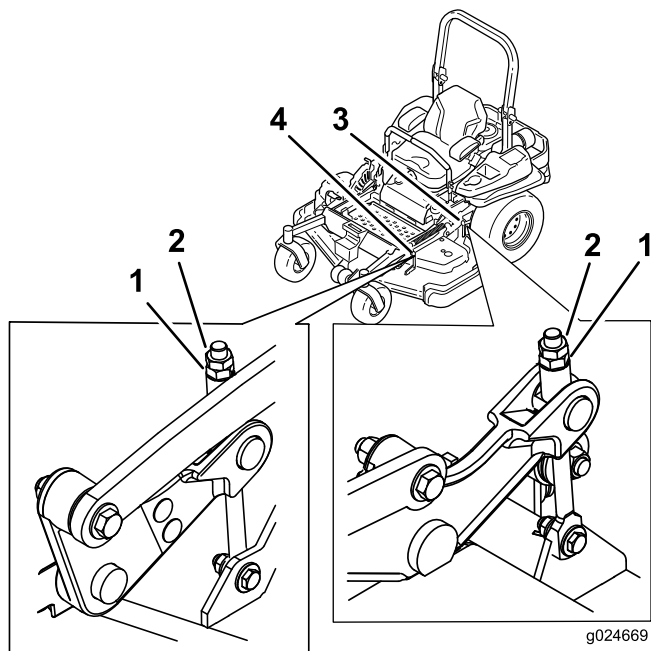

Figura 87
9. Se necessario, mettete a punto il dado di regolazione del piatto di taglio ruotandolo (vedere Figura 87).
15. Mettete a punto la vite di regolazione ruotando fino a un'altezza di 8,3 mm (vedere **Figura 87**).